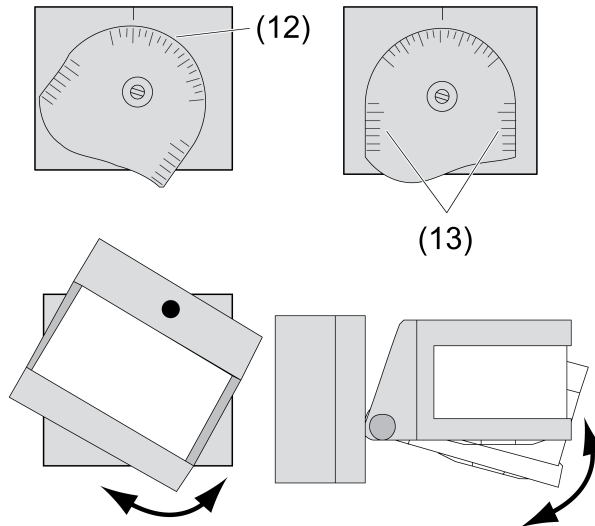

Figure 14: Tourner et incliner la tête de capteur
- Adapter la zone de détection aux conditions locales en tournant (12) et en inclinant (13) le détecteur. Grâce aux graduations sur le boîtier du détecteur, les réglages peuvent être reproduits à tout moment (figure 14).